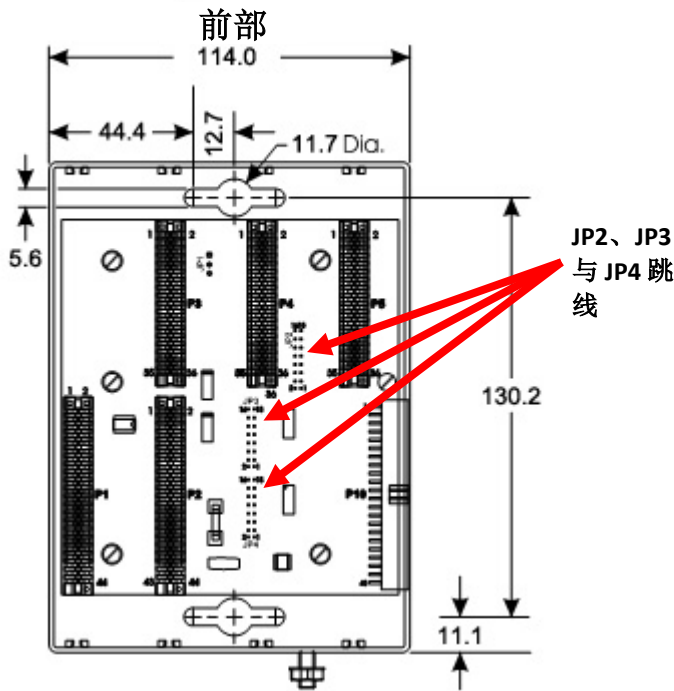

图 2. ControlWave Micro 4 槽基本壳体尺寸（以毫米为单位）
- **基本壳体。** 将其放置在机柜装配板上的合适位置，使用 ControlWave Micro 作为模板找到面板上的安装孔。尺寸信息请参见图 2。对板上的安装孔位置进行钻孔攻丝。将 ControlWave Micro 放置在钻攻好的位置上并使用四个螺丝（未提供）固定到装配板上。以大约 1.1 至 1.4 牛米的转矩拧紧螺丝。
注： 如果您将扩展壳体连接到 4 槽或 8 槽基本壳体上，请从 4 槽或 8 槽基本壳体的背板上拆下三个总线端子（JP2、JP3 和 JP4，如图 2 所示）。
基本壳体有一个接地片（参见图 2），可接纳尺寸最大为 5.19 毫米 (4 AWG) 的线。在安装基本壳体及任何扩展壳体之后，以及在基本壳体或扩展壳体中安装任何模块之前，您**必须**在基本壳体接地片和已知的良好接地之间连接接地线。所有接地的地面与接地棒或接地网之间的阻抗必须为 2.0 欧姆或以下（使用接地系统检测器检测）。ControlWave Micro 的机柜接地与接地棒或接地网之间的接地导体的阻抗应为 1 欧姆或以下。